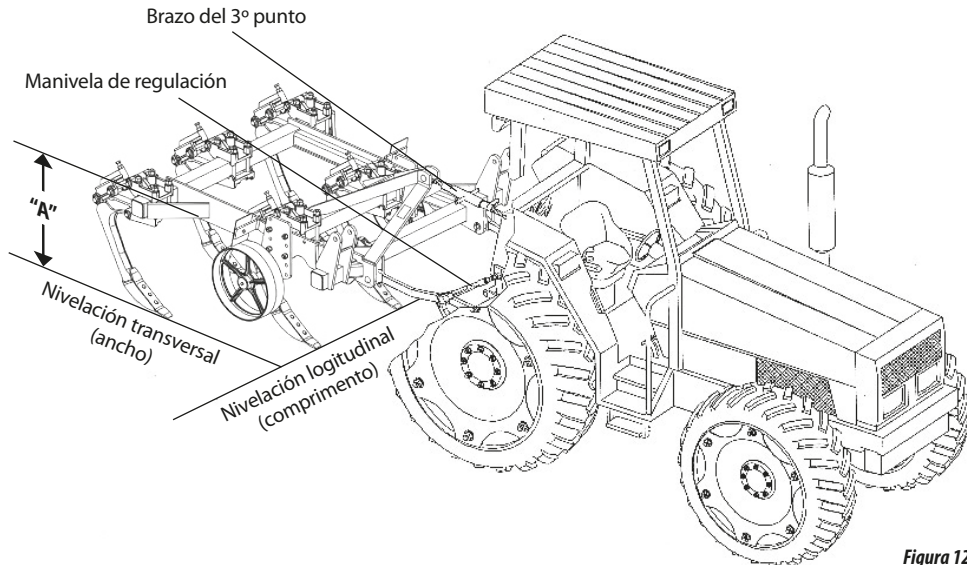

Figura 12
- 10 - El tractor debe estar en un local plano, enseguida nivelar el subsolador en el sentido transversal (ancho) a través de la manivela del brazo inferior derecho del enganche hidráulico. Observar las medidas "A", que deben ser iguales conforme figura 12.
- 11 - La nivelación longitudinal (largo) es realizada a través del brazo del 3º punto. Observar que los flejes deben quedar paralelos al suelo conforme figura 12.